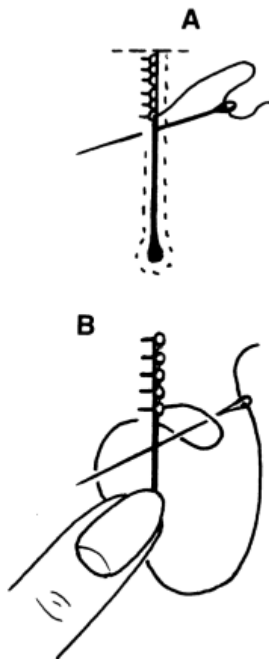

Рис. 127
3. Нить закреплена и виднеется с лицевой стороны на расстоянии примерно 0,2 см от края. Введите острие иглы в разрез и обметайте его снизу вверх так, чтобы игла показывалась и выводилась на лицевую сторону на расстоянии примерно 0,1 см от первой проложенной нити (рис. 127 А), т. е. оставляйте между стежками промежутки, равные толщине нити.
4. Подтягивайте нить, пока не останется только маленькая петелька (рис. 127 В).
— Большим пальцем левой руки прижмите к ткани нить, которую вы только что натянули, затем проведите иглой над ней, сначала введя ее острие в петельку сзади наперед (рис. 127 В).